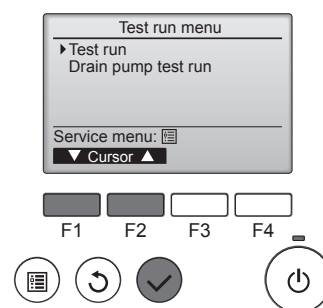

Fig. 7-4
- ④ Wählen Sie „Test run“ (Testlauf) mit einer der Tasten [F1] und [F2], und drücken Sie die [F2]-Taste. (Fig. 7-4)